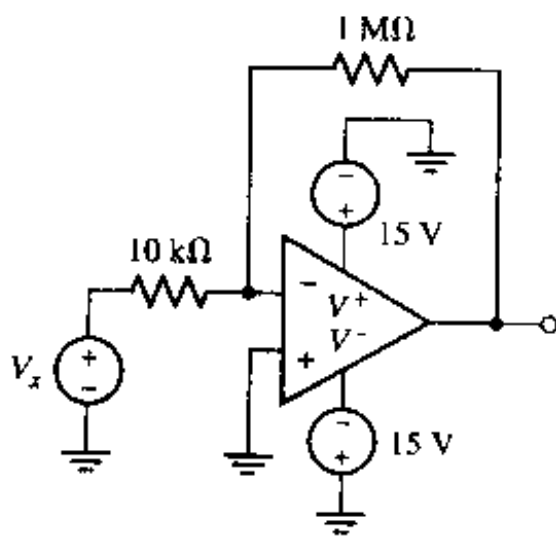

图 6.50
38. 使用 LM234 来仿真图 6.50 所示的电路。(a) 确定输入偏置电流和输入差分电压,并把它和详细运放模型及表 6.1 所给出的值相比较;(b) 确定电源电压是否影响仿真结果。